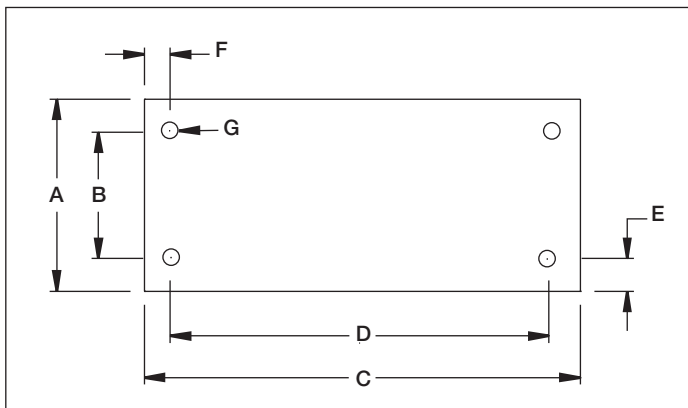

Figur 2, ZG-ventilatormontering
4.1 Behållarens ventilatorlock (se figur 2)
Kontrollera oljenivån i pumpen före igångsättning, och fyll vid behov på olja genom att ta bort SAE nr. 10 pluggen från kåpan (se figur 2). Behållaren är full, när oljenivån når överdelen av inspektionsglasets. (Fig. 4).
Kontrollera oljenivån i pumpen före igångsättning, och fyll vid behov på olja genom att ta av locket på påfyllningsporten. Se alltid till att alla cylindrar är helt tillbakadragna innan du fyller på vätska i behållaren. Se figur 2.